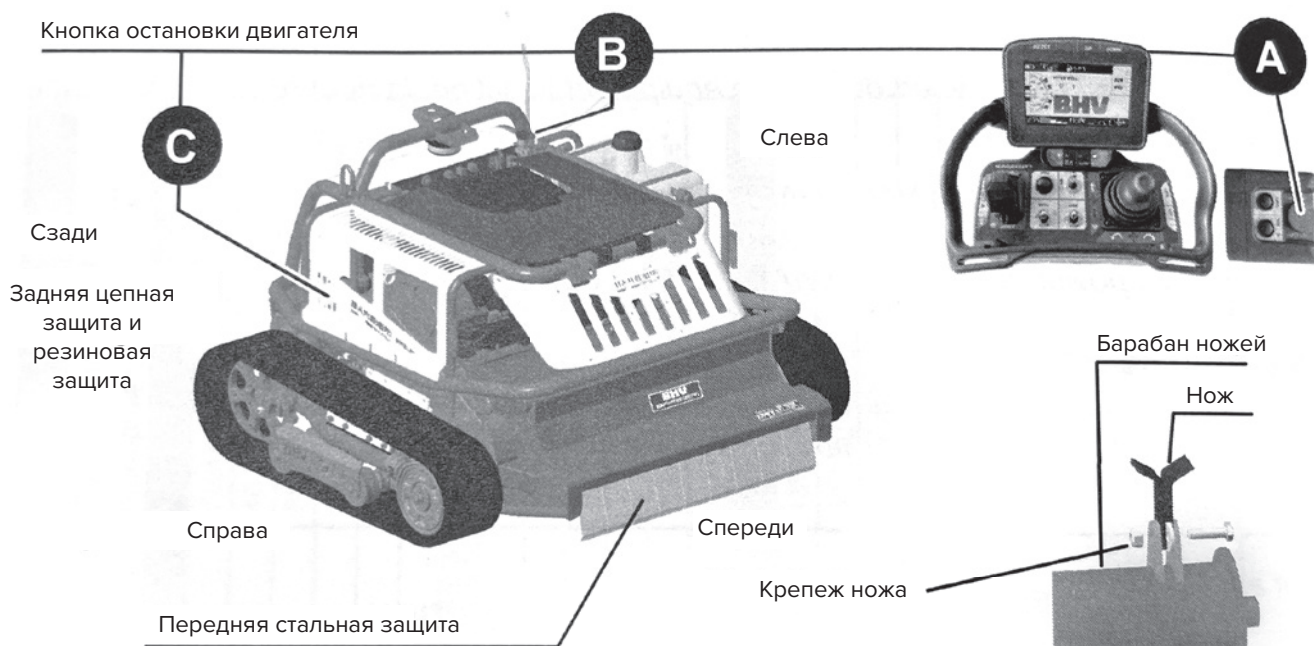

Рис. 5
Термины «ПЕРЕДНИЙ» - «ЗАДНИЙ» - «ПРАВЫЙ» - «ЛЕВЫЙ», используемые в данном руководстве и в каталоге запасных частей, относятся к машине, показанной на рис. 5.
1. Устройство остановки двигателя (В) (рис. 5)
2. Кнопка остановки двигателя на пульте дистанционного управления (А) (рис. 5)
3. Остановка двигателя ключом зажигания (С) (рис. 5)